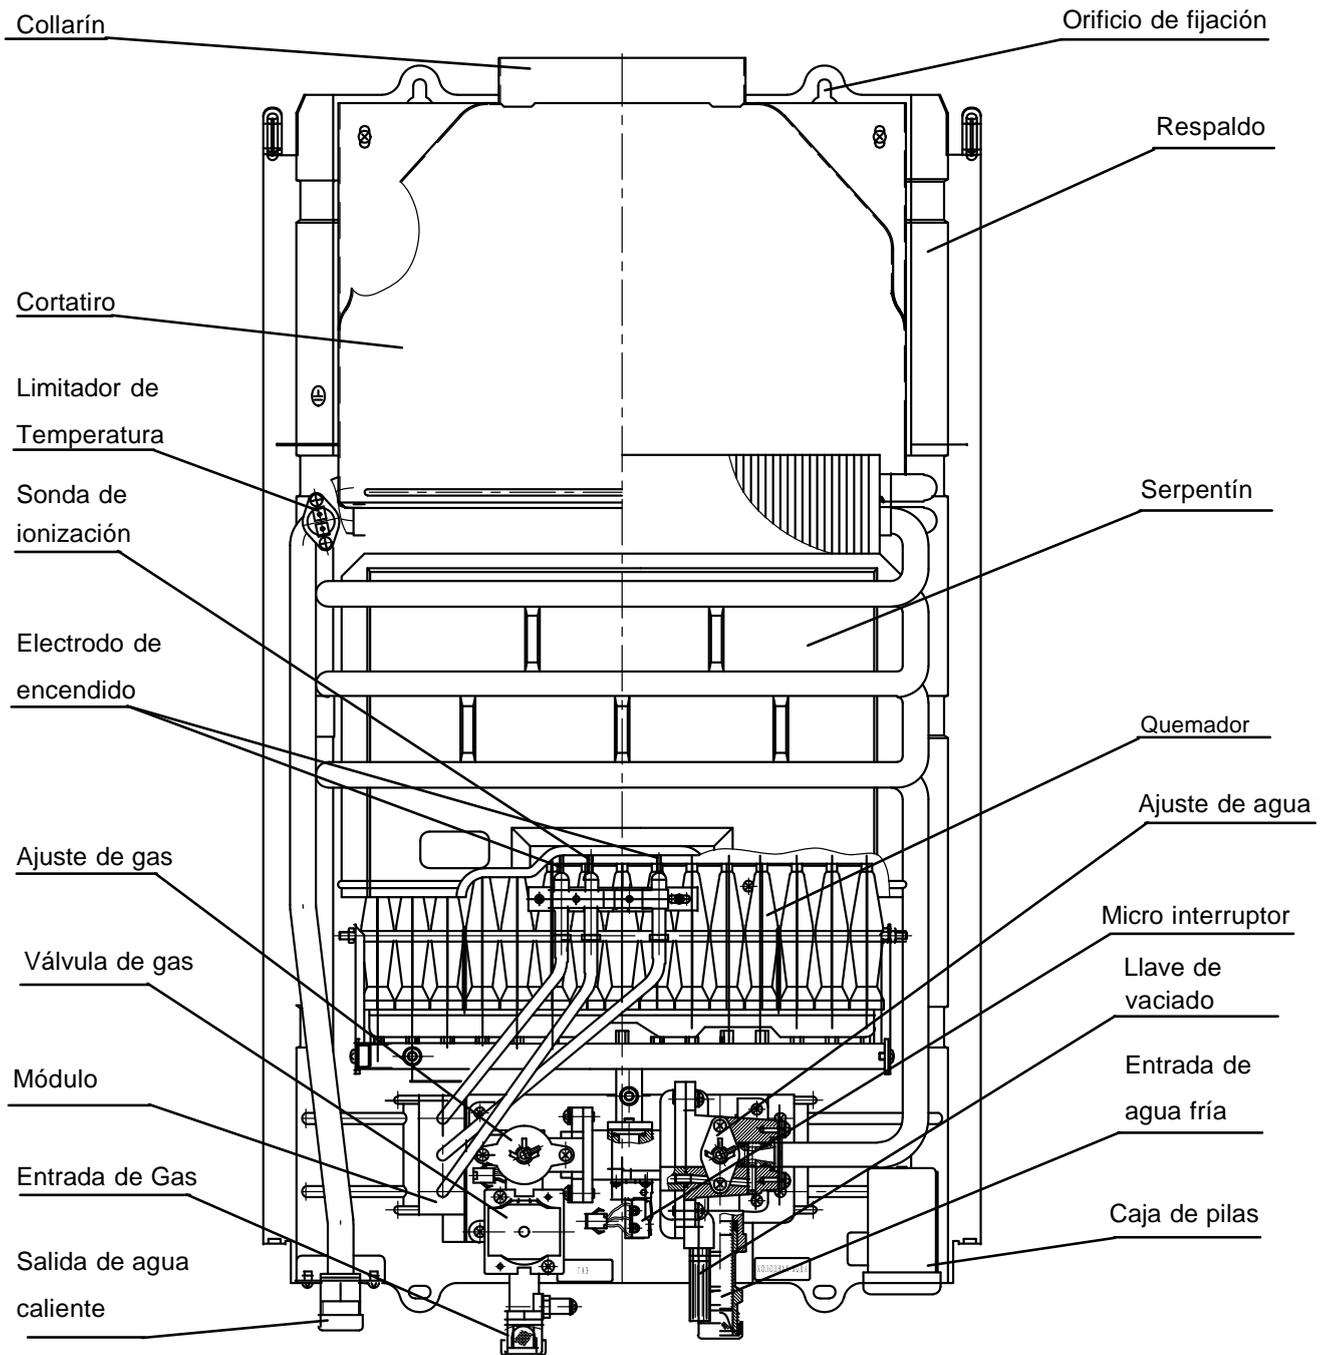
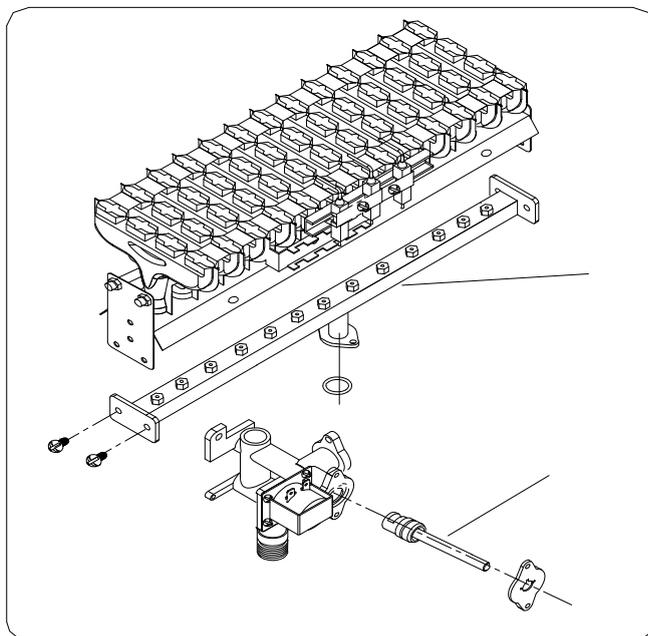

Fig. 3
Fig. 7
2. Retire los quemadores y reemplace las espreas (Fig. 7 punto 1);
3. Reemplace el ajustador de gas (Fig. 7 punto 2, refiere a la Fig.1. Fig. 2, Fig. 3 también);